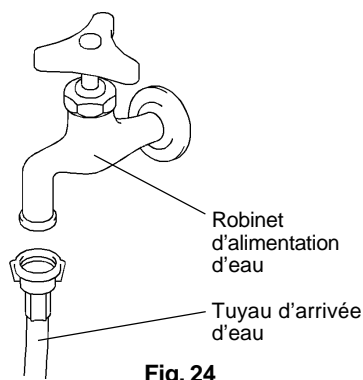

Fig. 24
- 2) Raccordez l'autre extrémité du tuyau d'arrivée au robinet d'alimentation d'eau (Fig. 24), en vérifiant que la rondelle est bien placée avant de serrer le joint à la main. Il est recommandé de prévoir une soupape d'arrêt.